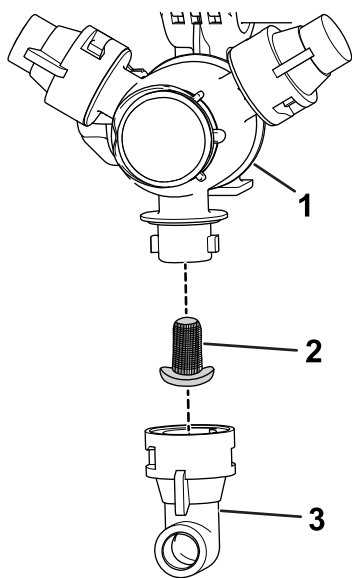

Рисунок 104
2. Снимите сопло с поворотной распылительной головки (Рисунок 104).
3. Снимите старый фильтр сопла (Рисунок 104).
4. Установите новый фильтр сопла (Рисунок 104).
5. Установите сопло на поворотную распылительную головку (Рисунок 104).